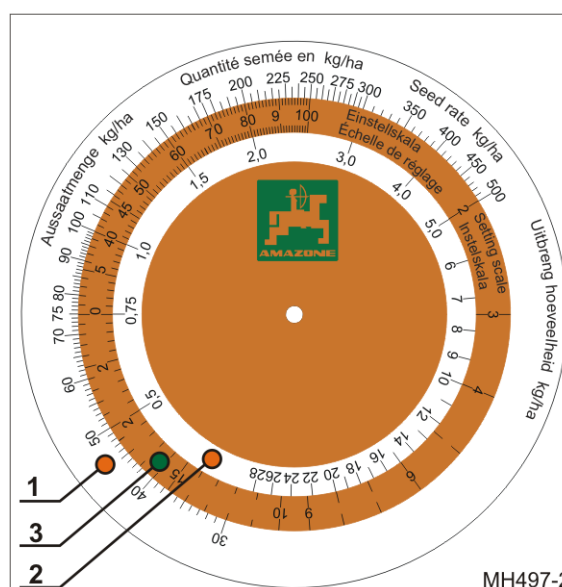

Рис. 39
- наружная белая шкала (Рис. 39/1) для всех норм высева более 30 кг/га
- внутренняя белая шкала (Рис. 39/2) для всех норм высева менее 30 кг/га
- цветная шкала (Рис. 39/3) с указанием всех положений редуктора от 1 до 100.